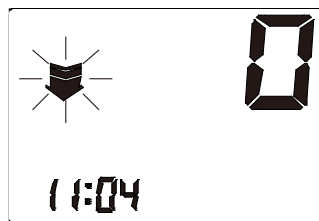

Figura 6-3
- c. Dopo aver selezionato l’unità di memoria, il monitor inizia a cercare la pressione zero. Vedere figura 6-3.